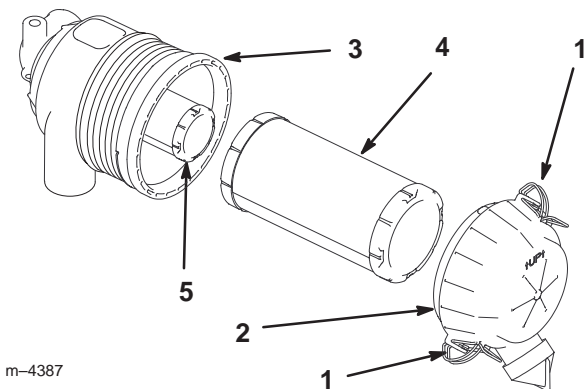

Bild 55
3. Lösen Sie die Riegel am Luftfilter und ziehen Sie den Deckel vom -gehäuse ab (Bild 55).
5. Schieben Sie den Hauptfilter vorsichtig aus dem Luftfiltergehäuse heraus (Bild 55). Vermeiden Sie ein Anstoßen des Filters an der Seite des Gehäuses. Entfernen Sie den Sicherheitsfilter nur, wenn dieser gleichfalls ausgetauscht wird.
2. Schieben Sie den Sicherheitsfilter, wenn Sie diesen austauschen, vorsichtig in das Filtergehäuse ein (Bild 55).
3. Ziehen Sie den Hauptfilter vorsichtig über den Sicherheitsfilter (Bild 55). Stellen Sie sicher, dass dieser einwandfrei einliegt, indem Sie beim Einbauen auf den äußeren Rand des Filters drücken.
4. Bringen Sie den Luftfilterdeckel mit der Seite an, auf der UP gestanzt ist, und sichern Sie ihn mit den Verschlüssen ab (Bild 55).